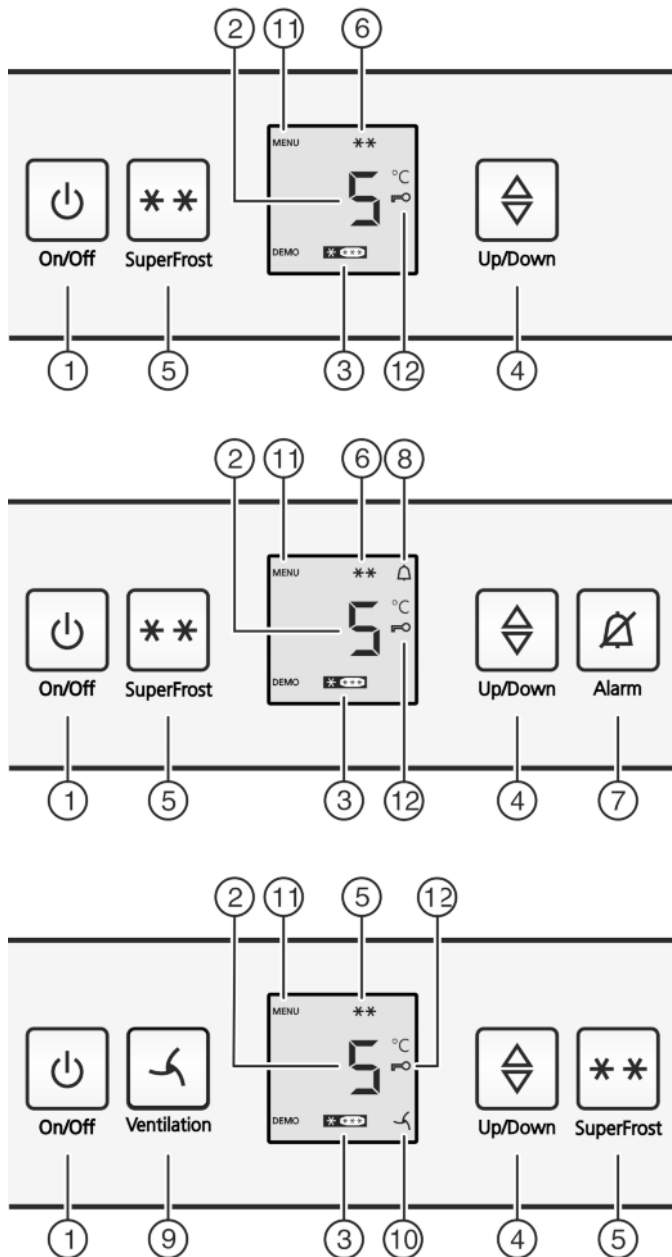

Fig. 2
- ▶ Nacisnąć przycisk On/Off Fig. 2 (1).
- ▶ Aktywacja trybu regulacji: Nacisnąć i przytrzymać przycisk SuperFrost Fig. 2 (5) przez ok. 5 sekund.
- ▷ Na wskaźniku pojawia się symbol menu Fig. 2 (11).
- ▶ Krótko potwierdzić przyciskiem SuperFrost Fig. 2 (5).
- ▷ Na wskaźniku świeci symbol zabezpieczenia przed dziećmi Fig. 2 (12).
- ▶ Krótko wcisnąć przycisk On/Off Fig. 2 (1).
- ▷ Symbol zabezpieczenia przed dziećmi Fig. 2 (12) gaśnie.
- ▶ Nacisnąć przycisk Alarm *Fig. 2 (7)*.
Jednocześnie miga wskaźnik temperatury i symbol Alarmu *Fig. 2 (8)*.
Akustyczny sygnał ostrzegawczy milknie automatycznie, znika symbol Alarmu *Fig. 2 (8)* i wskaźnik temperatury przestaje migać, gdy temperatura będzie ponownie wystarczająco niska.
- ▶ Wywoływanie funkcji temperatury: Nacisnąć przycisk ustawiania *Fig. 2 (4)*.